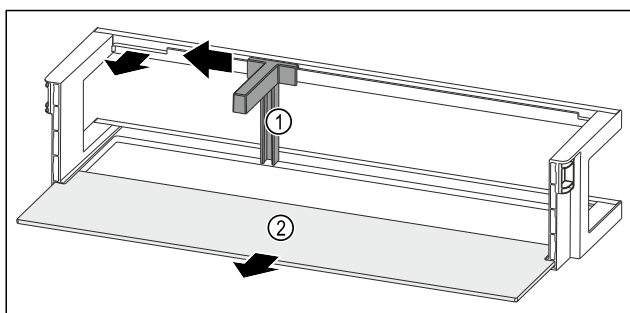

Fig. 93 Dveřní přihrádka s držákem lahví a odkládací plochou
- ▶ Držák lahví Fig. 93 (1) posuňte na stranu až k vybrání.
- ▶ Držák lahví Fig. 93 (1) odeberte.
- ▶ Odkládací plochu Fig. 93 (2) odeberte.